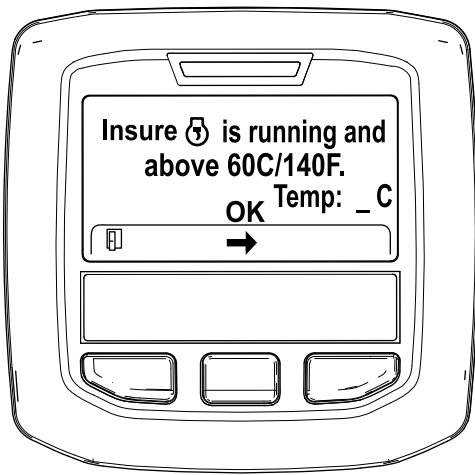

Figura 34
5. Se la temperatura del refrigerante è inferiore a 60°C, viene visualizzato il messaggio "Assicurarsi che  sia in funzione e sopra 60C". (Figura 34).